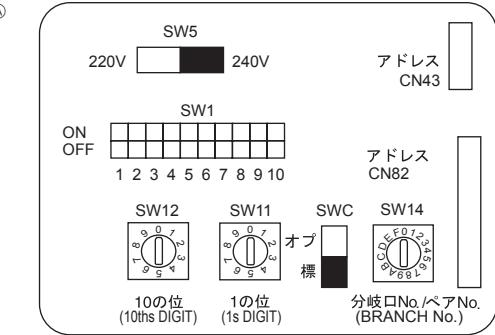

Fig. 7-4
7.5. Ρύθμιση διευθύνσεων (Fig. 7-4)
④ Πίνακας διευθύνσεων
7.6. Διερεύνηση θερμοκρασίας δωματίου με το ενσωματωμένο διερευνητικό σε ελεγκτή εξ αποστάσεως (Fig. 7-4)